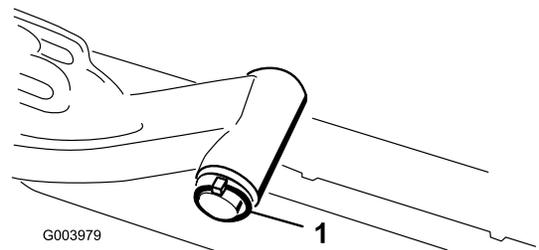

**Bild 11**
8. Frontmähwerke: Schieben Sie ein Mähwerk unter den Hubarm und schieben Sie gleichzeitig den Trägerrahmenschaft in das Gelenkjoch des Hubarms (Bild 11).
- B. Setzen Sie das Hubarmjoch in den Trägerrahmenschaft ein (Bild 11).